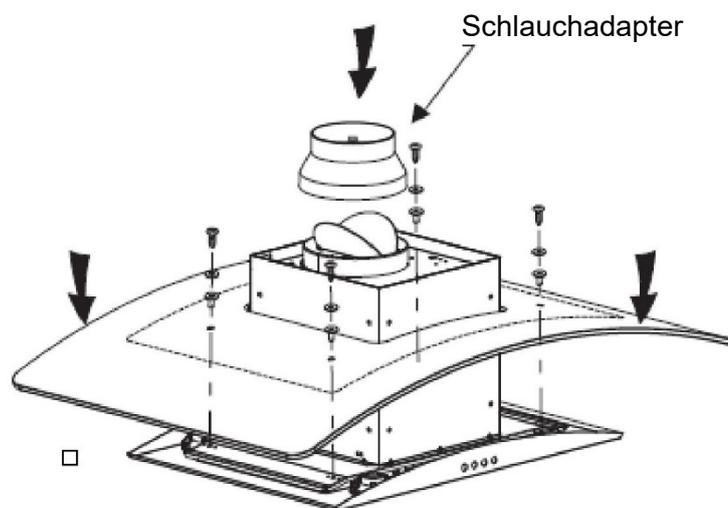

Abb. 5
6. Ziehen Sie die 4 Glasschrauben nach, um zu prüfen, ob das Glas und das Gehäuse der Dunstabzugshaube gut und fest verbunden sind. Montieren Sie dann den Schlauchadapter und die V-Klappe am Auslass, siehe Bild 5.